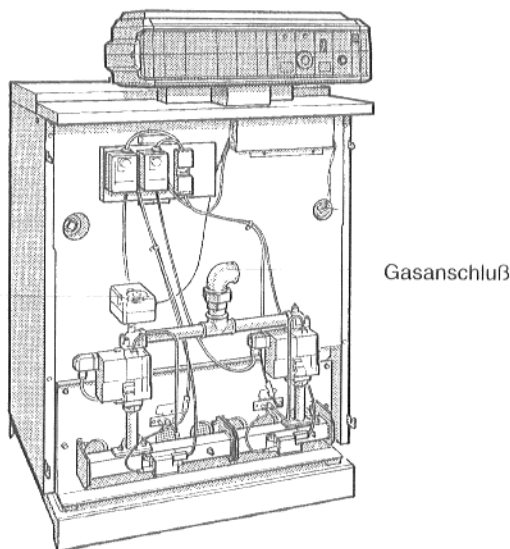

Abb. 23: Gasanschluß
Die Gasleitung ist spannungsfrei an den Brenner anzuschließen (Abb. 23).
- Bei **Flüssiggas** Stopfen aus dem Anschlußflansch der dem Gasanschluß abgewandten Gasbrennerarmatur entfernen, den mit den Umstellteilen gelieferten Gasdruckwächter mit der Einstellscheibe nach oben eindichten und elektrischen Anschluß nach Schaltplan herstellen (Abb. 23).